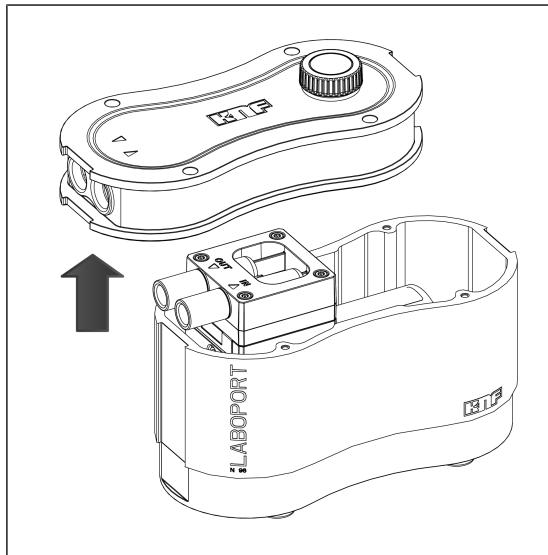

Afb.8: Pompkopdeksel over de gasaansluitingen schuiven (pomp openen)
2. Schuif het pompkopdeksel (2) over de gashaansluitingen (zie Afb. 8).